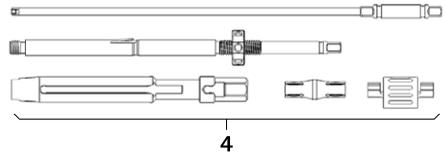

Abb. 9
- ▶ Repositionshebel 4 montieren, siehe Abb. 9.